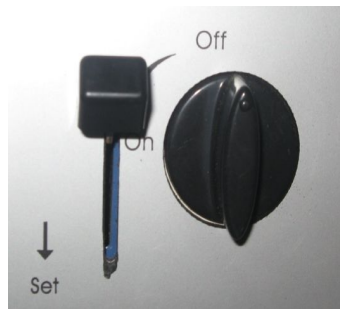

图 1
2. 将面板上的气体旋钮开关旋回到“OFF”的位置，保险拉杆向上（如图 1 所示）然后将气瓶装（如图 3）入机箱内左下角气瓶专用卡槽内气瓶的缺口朝上。压下保险拉杆，并向左旋转气体旋钮开关至“On”的位置（如图 2 所示）：